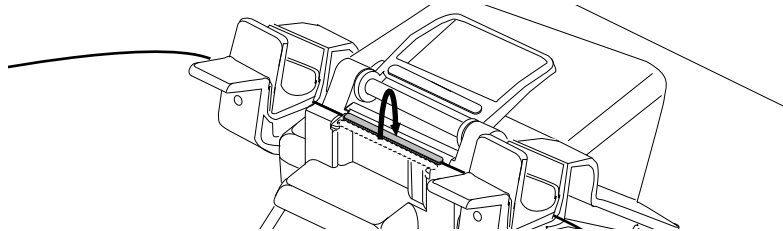

Abbildung 19
- c) Falten Sie die vordere Hälfte des Spleißschutzes über die Spleißverbindung (siehe Abb. 19).